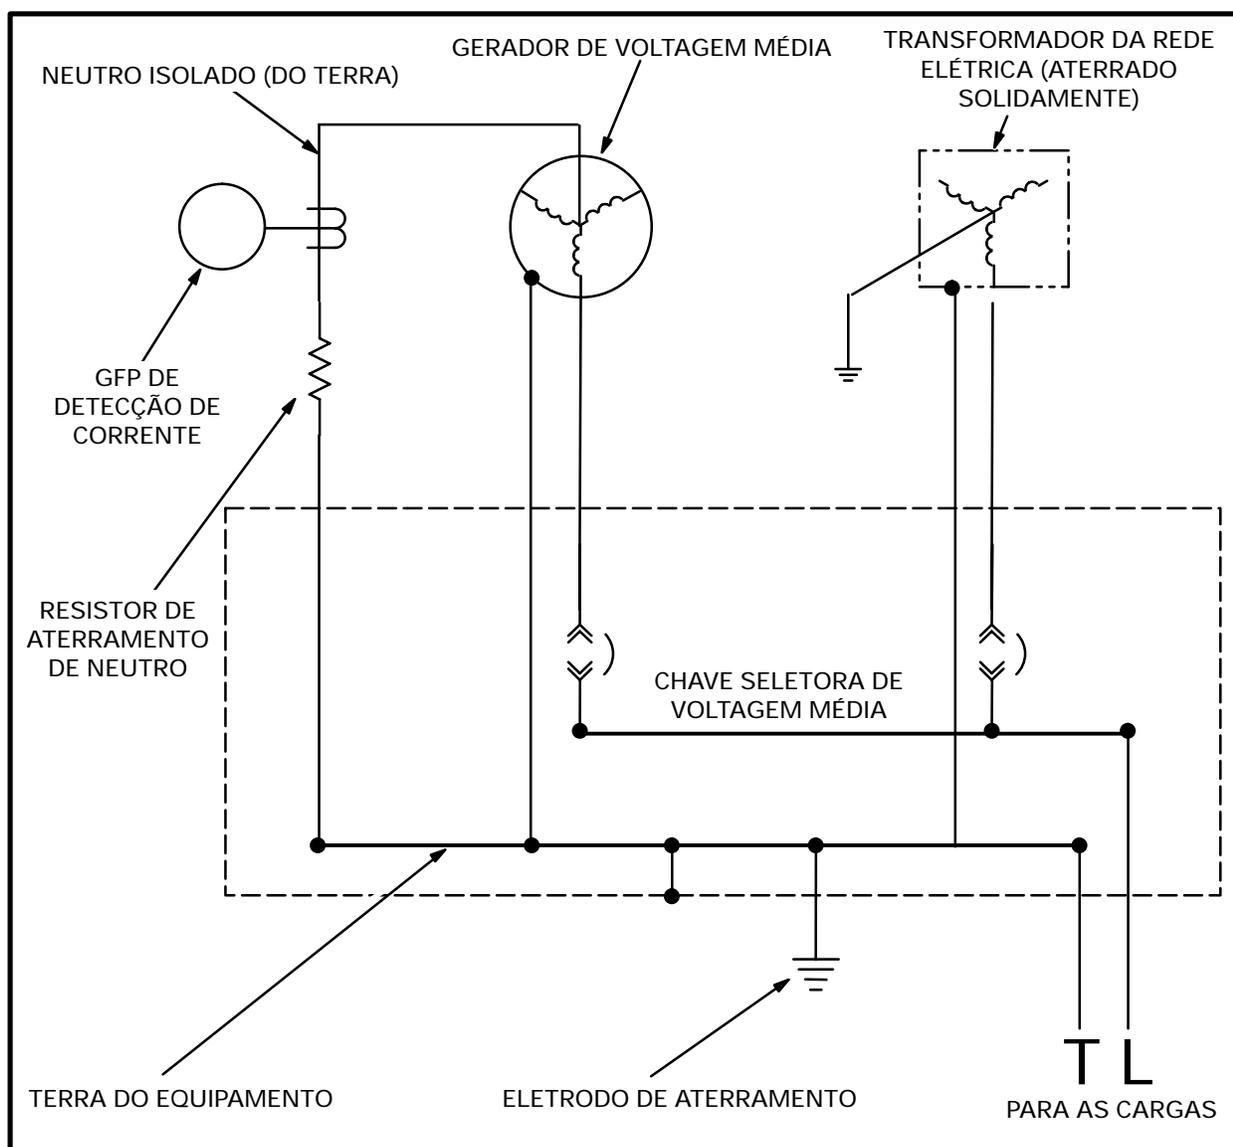

Figura 5-6. Sistema Típico de Aterramento de Baixa Resistência para um Grupo Gerador de Tensão Média e Equipamento de Transferência de Carga
*NOTA: O aterramento com baixa resistência é recomendado em sistemas geradores operando entre 601 a 15.000 volts a fim de limitar o nível de corrente de falha de terra (geralmente de 200 a 400 ampères) e permitir tempo para a coordenação seletiva dos relés de proteção. Veja a **Figura 5-6** e **Aterramento de Voltagem Média**.*